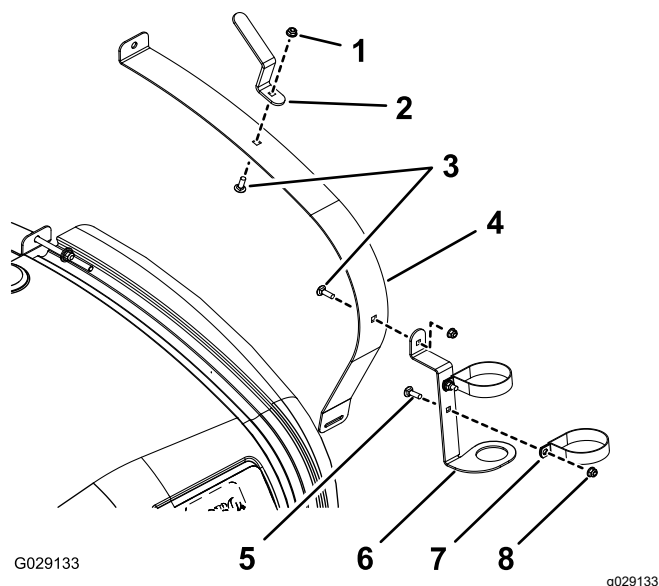

Figure 1
- Pour le Multi Pro 1750 et le Multi Pro 5800, desserrez la sangle avant droite (Figure 1).
- Montez les colliers en R, le support du pistolet-pulvérisateur et le crochet du tuyau, comme montré à la Figure 1 ou la Figure 2, au moyen d'un boulon de carrosserie, d'une rondelle plate et d'un écrou à embase.